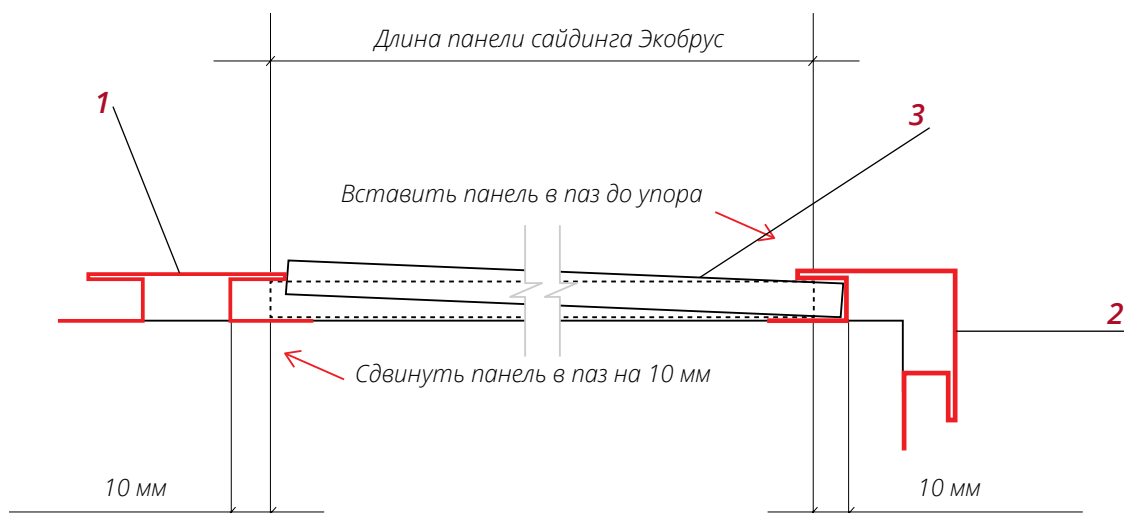

Рис. 16
■ Подготовьте панели таким образом, чтобы, когда один край панели **3** заведен до упора в паз доборного элемента **2**, второй край можно было завести в паз доборного элемента **1** с другой стороны (рис.16).